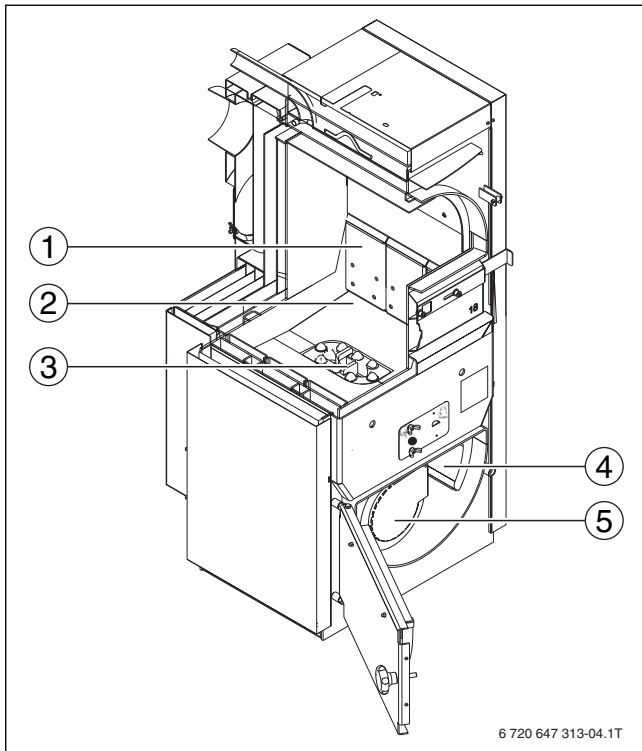

Bild 34 Füllraum mit Kantenschutz
- ▶ Sechs Doppelseiten zerknülltes Zeitungspapier auf den Füllraum-boden (→ Bild 34, [2]) legen.